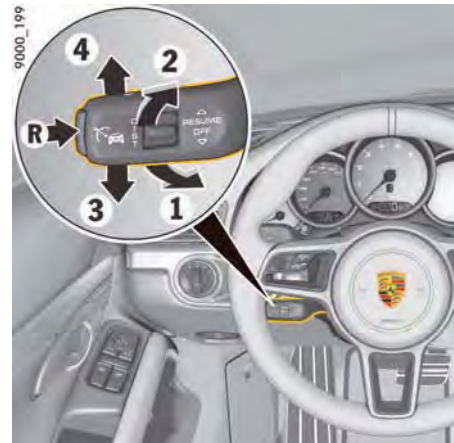

図2: アダプティブ・クルーズ・コントロール (ACC) 操作レバー
1. ステアリング・コラムの操作レバーを前方（図2ページ35の1の位置）に押ししてください。そのときの走行速度が希望速度として保存され、自動的に維持されます（30～210km/hの制御範囲内）。ステータス・ディスプレイBが橙色になります。速度制御範囲のバー・グラフの下部に表示されている赤色の▲マークGが、現在の速度を示しています。
- ▶ ステアリング・コラムの操作レバーを前方（図2ページ35の1の位置）に短く押ししてください。
- ▶ ステアリング・コラムの操作レバーを手前（図2ページ35の2の位置）に短く引いてください。